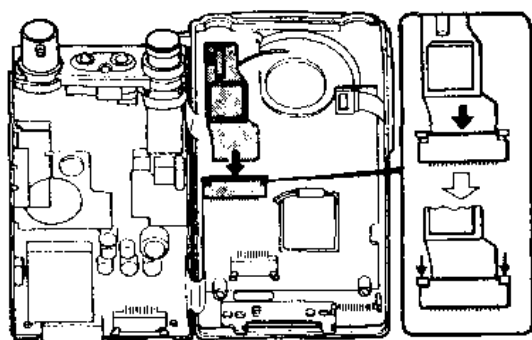

图 3-6
1. 如图 3-6 所示, 把 CTN412 的柔性 P.C 板可靠地插入插座内。再用一只手握住 P.C 板, 另一只手推进插座上的锁, 以便把 P.C 板固定在插座上。安装好后, 轻轻推上 P.C 板确保它不会很容易地滑出来。